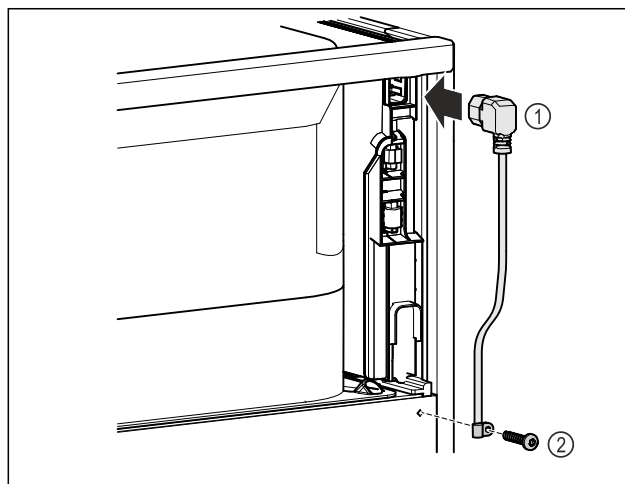

Fig. 11
- Kytke verkkoakaapelin IEC-liitäntä Fig. 11 (1) laitteen takasivulla olevaan pistokkeeseen.
- Kiinnitä kiinnike. Fig. 11 (2)